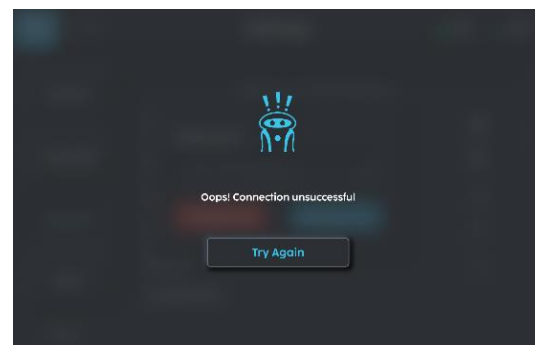

FIGURE 6-7
3. Si l'écran indique un échec de connexion (Fig 6-7), vérifiez votre configuration et paramètres réseau et essayez de nouveau. Sinon, contactez votre administrateur réseau.